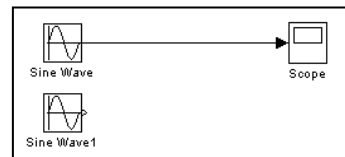

图 7.8 在同一模型窗口复制对象
(1) 不同模型窗口(包括模型库窗口)之间的模块复制
(2) 在同一模型窗口内的复制模块(如图 7.8 所示)